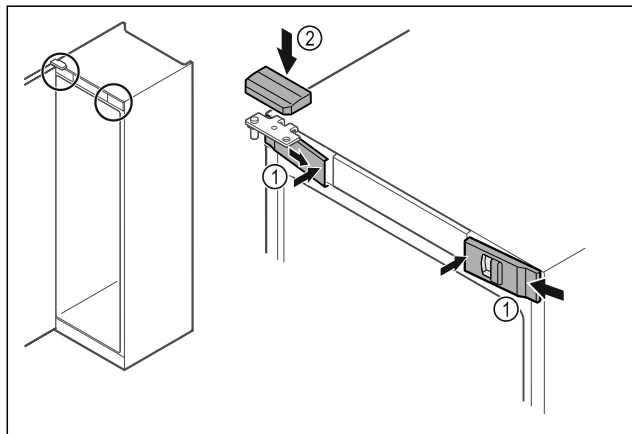

Fig. 45
- ▶ Obesite sprednje pokrove Fig. 45 (1) stransko in jih namestite v notranjosti, da se zaskočijo.
- ▶ Zgornji pokrov Fig. 45 (2) namestite z zgornje strani.